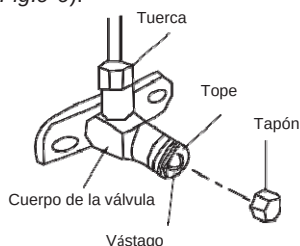

Fig.9-6
- Compruebe todas las juntas con un detector de fugas o burbujas de jabón. Vea Fig. 9-6 (como una figura de referencia)
- Todas las válvulas de cierre deben estar abiertas antes de la prueba de funcionamiento. Cada aire acondicionado tiene dos válvulas de cierre de tamaños diferentes, el lado de la unidad exterior que funciona como válvula de cierre de baja (vea la Fig.9-6).